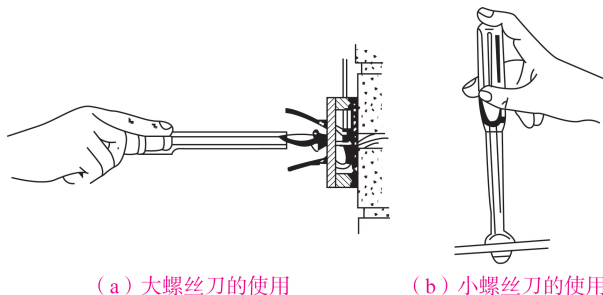

图 2-19 螺丝刀的正确使用
① 电工不可使用金属杆直通柄顶的螺钉旋具, 以免发生触电事故。
② 使用时, 手不得触及螺丝刀的金属杆, 以免发生触电事故, 正确使用方法如图 2-19 所示。使用大螺钉旋具时, 除大拇指、食指和中指要夹住握柄外, 手掌还要顶住柄的末端, 以防旋转时滑脱。使用小螺钉旋具时, 可用大拇指和中指夹着握柄, 用食指顶住柄的末端旋转。